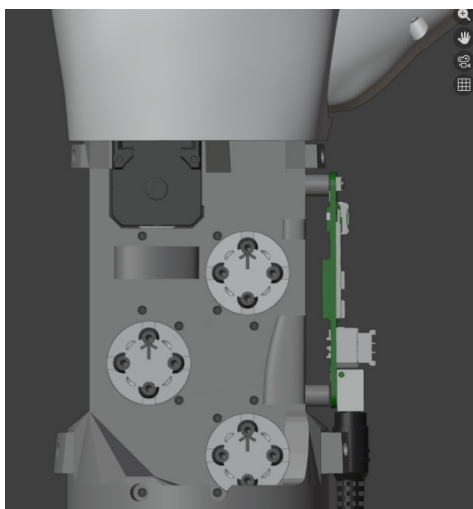

Figure 5.74: Scheletro - Area cover inferiore posteriore
3. Posizionare i pin su un lato della cover posteriore sui fori di incastro del lato corrispondente dello scheletro, incastrarli, poi ruotando la cover procedere all'incastro dei pin sull'altro lato. Vedi **figure 5.74 e 5.75**.